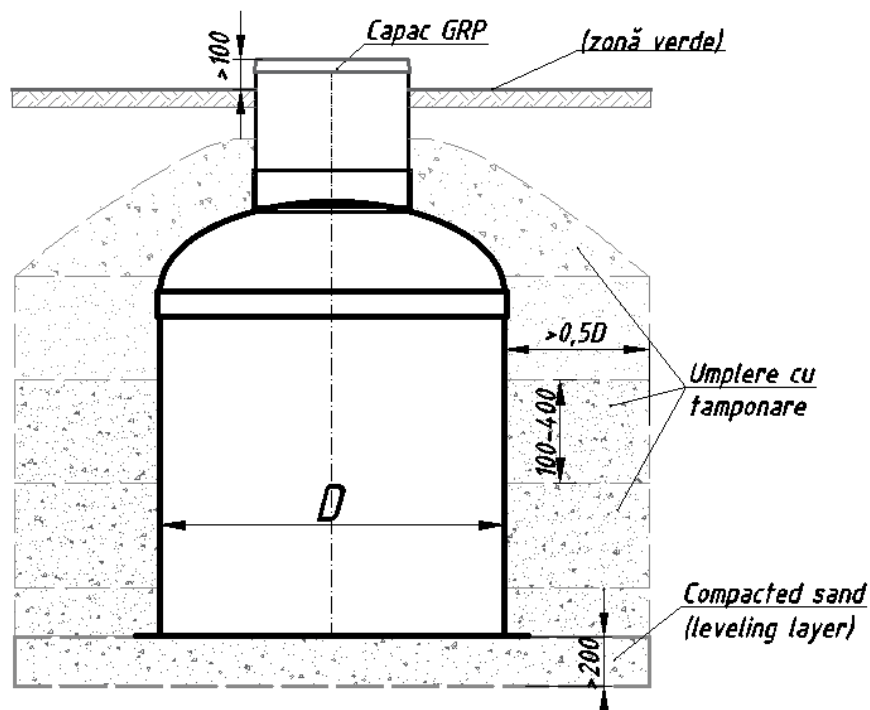

Fig.2 Schema de instalare a carcasei verticale cu un nivel scăzut al apelor subterane
- **lipsa apelor subterane:** groapa este excavată cu 200 mm sub fundul produsului. Pe fundul gropii, se aplică și se compactează un strat de nisip de 200 mm înălțime pentru amortizare/nivelare (a se vedea Fig. 2).